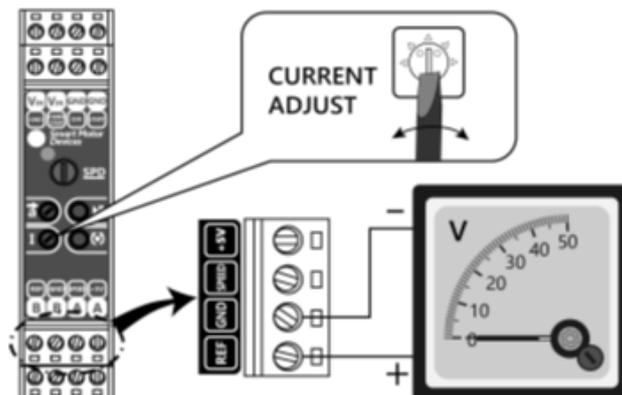

Fig. 3. Conexión de un voltímetro para ajustar el límite de corriente máximo del motor.
- 8) Utilizando el potenciómetro «CURRENT ADJUST», ajuste la corriente máxima del motor. Ajuste el potenciómetro «CURRENT ADJUST» y controle el límite de corriente establecido mediante un voltímetro, conectado a los terminales «GND» y «V_{REF}» (fig.3). La limitación de corriente del motor se puede calcular como: $I_{lim} = 1.0 + 39.9 \times (V_{REF} / 3.3)$